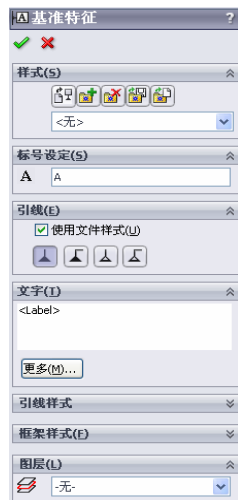

图 14-93 “基准特征”属性管理器
① 执行命令。选择菜单栏中的“插入”→“注解”→“基准特征符号”命令，或者单击“注解”工具栏中的“基准特征符号”图标按钮，执行标注基准特征符号命令。
② 设置基准特征。此时系统弹出“基准特征”属性管理器，并且在视图中出现标注基准特征符号的预览效果。在“基准特征”属性管理器中修改标注的基准特征。
③ 确认设置的基准特征。在视图中需要标注的位置放置基准特征符号，然后单击“基准特征”属性管理器中的“确定”图标按钮，标注完毕，如图 14-93 所示